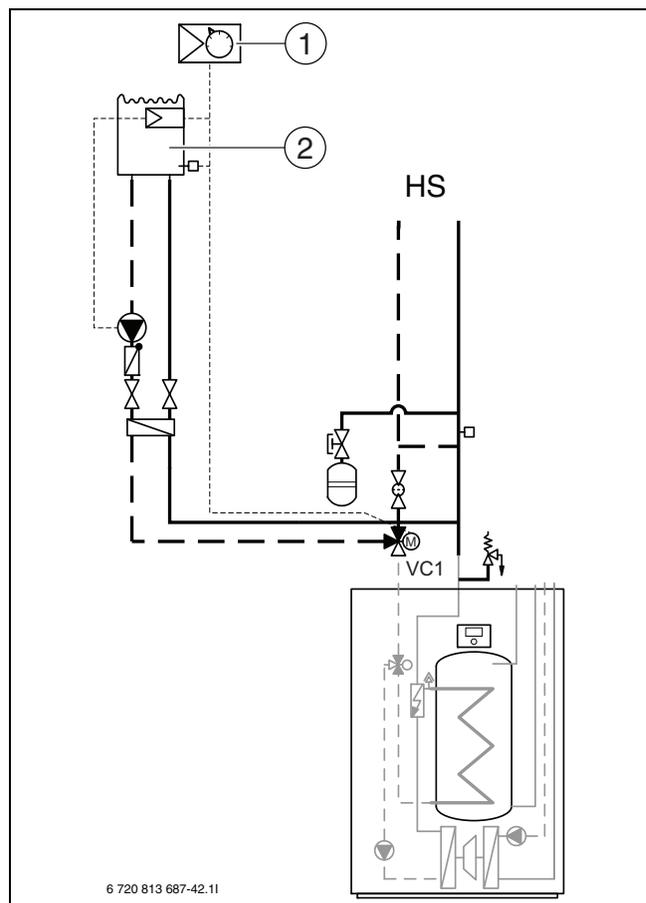

Рис. 33 Пример отопительной системы с бассейном
- ▶ Установите смеситель бассейна в обратную линию к теплому насосу (→ [VC1] рис. 33).